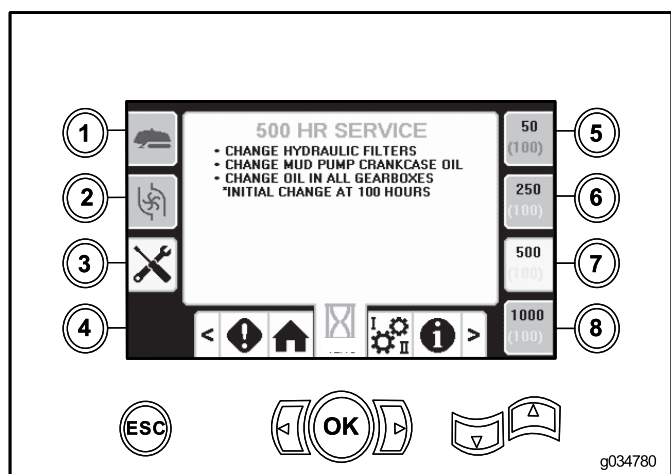

Рисунок 53
- Кнопка 7–500 часов (Рисунок 53)